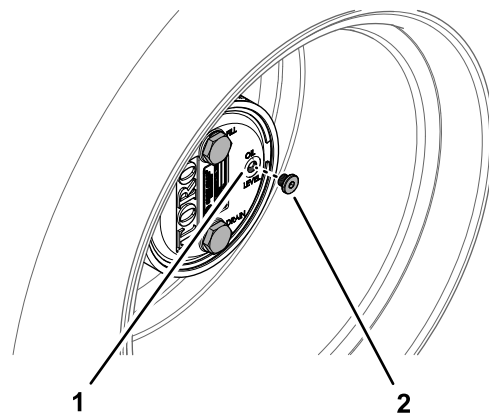

Figure 91
2. Retirez le bouchon de contrôle à la position 3 heures (**Figure 91**).